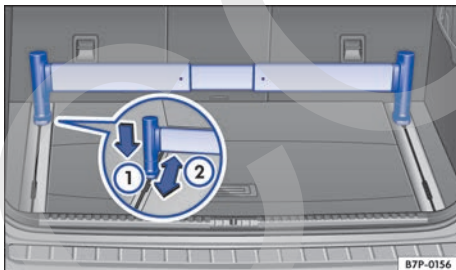

Fig. 228 En el maletero: barra telescópica.
- Presione el soporte correspondiente hacia abajo → fig. 228 ① y desplácelo al mismo tiempo hacia la posición deseada ②.